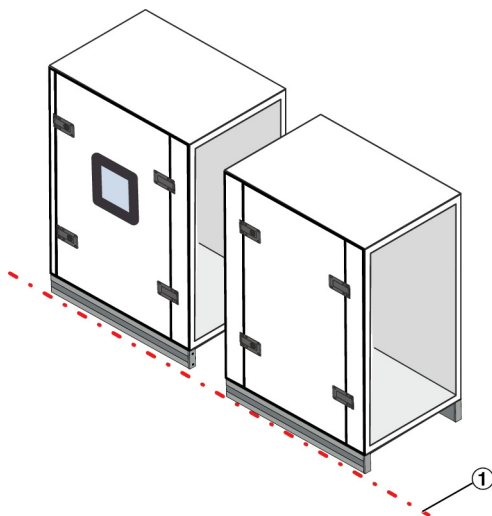

Abb. 13: RLT-Bauteile ausrichten
5. ▶ Die RLT-Bauteile an einer Linie (Abb. 13 /1) fluchtend ausrichten.